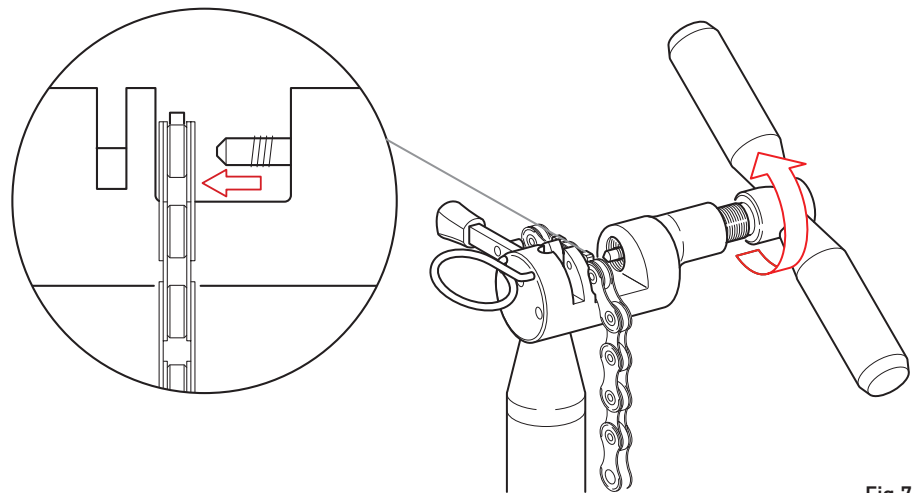

Fig.7
- enroscar la herramienta hasta que el perno no haya salido completamente del orificio del eslabón (Fig. 7).